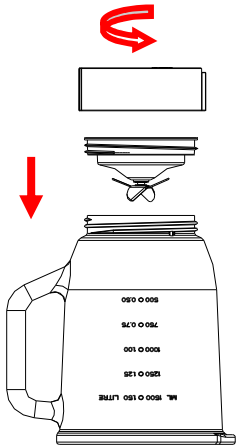

Fig.3
- 3.1 Retournez le bloc du bol sur une surface plane en le tenant par la poignée, placez le joint 2 et l'assemblage de la lame sur la base inférieure du bol et serrez correctement l'assemblage de la lame en le tournant dans le sens inverse des aiguilles d'une montre (voir Fig.3)